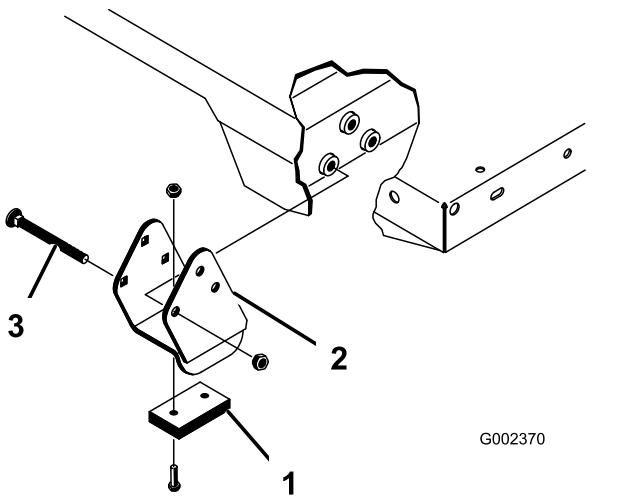

図 35
**注** スペーサブラケットとウェアブロック図 35はキャリッジボルトで固定しますが、このボルトは必ず頭を機械内側に向けてください。
2. 荷台を慎重に車両フレームの上に載せる。後部にある荷台のピボットプレートの穴とリアフレームチャネル鋼材の穴を揃えて、クレビスピンドルとリンクピン各2個を取り付ける図 35。
4. クレビスピンドルは荷台の外側から差し込み、リンクピンが荷台の外側に向いているようにする図 35)。